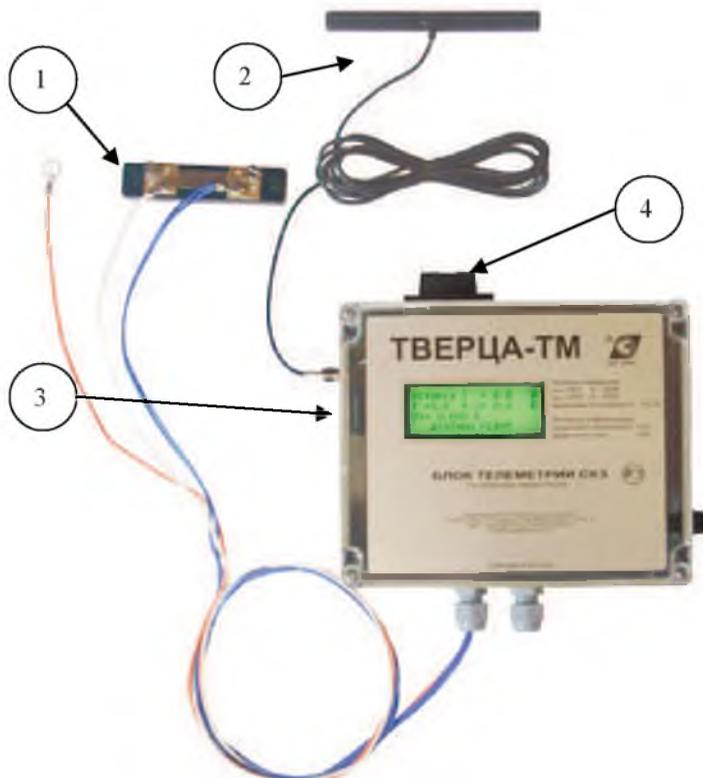

Рис.1 Внешний вид и состав блока телеметрии «ТВЕРЦА-ТМ»
Внешний вид и состав блока телеметрии «ТВЕРЦА-ТМ» представлен на рис. 1
**Измерение значения выходного тока** осуществляется с использованием токоизмерительного шунта (рис.1 п.1), который поставляется в комплекте с ТМ либо с помощью собственного шунта интегрированного в СКЗ.